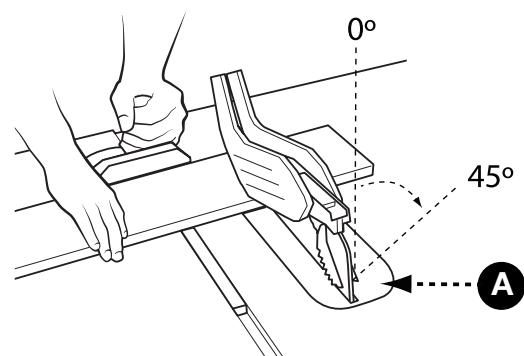

FIGURE 23
Les coupes transversales en biseau sont pareilles aux coupes transversales sauf que l'angle de biseau (A) est réglé à un angle autre que 0° . Lors d'une coupe transversale en biseau, placez le guide d'onglet dans la fente d'onglet à droite de sorte que la lame soit inclinée de l'autre côté de la jauge et des mains (Figure 23).